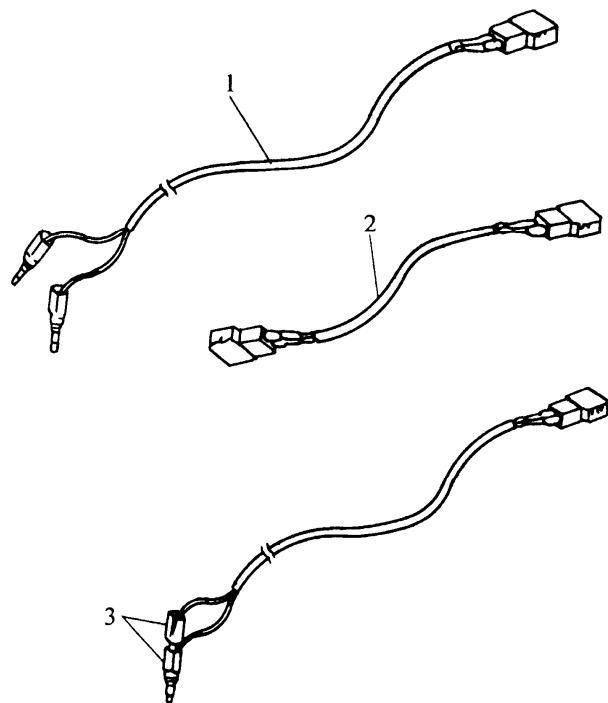

图 10-34 特殊工具
- (1) 将点火开关置于 LOCK 位置，取下钥匙，戴上护目镜。
- (2) 检查引爆线束，应良好。将引爆线束的一个香蕉形插头完全插入另一插座中，使引爆线束的两根导线短路，见图 10-34。